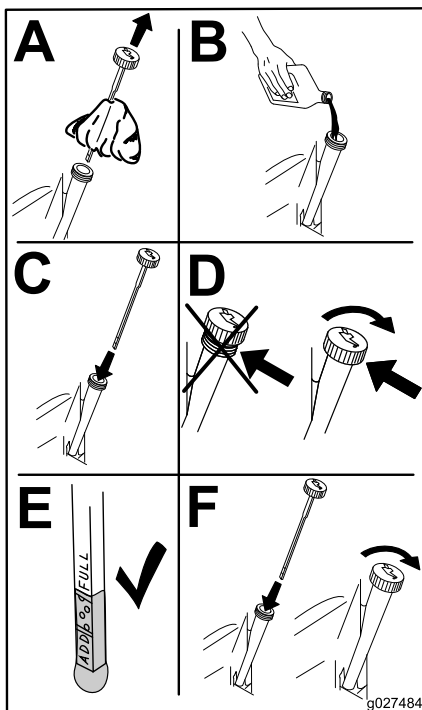

Figura 32
4. Vierta lentamente un 80% aproximadamente del aceite especificado por el tubo de llenado, luego añada lentamente el resto del aceite hasta que llegue a la marca de **Lleno** (Figura 32).